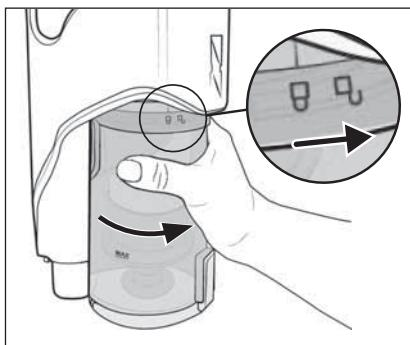

Fig. 23
- 8) Vuelva a colocar el depósito de polvo ⑥ en el aparato y gírelo hacia el símbolo  (cerrar) hasta que quede firmemente montado en el aparato (consulte la fig. 23).